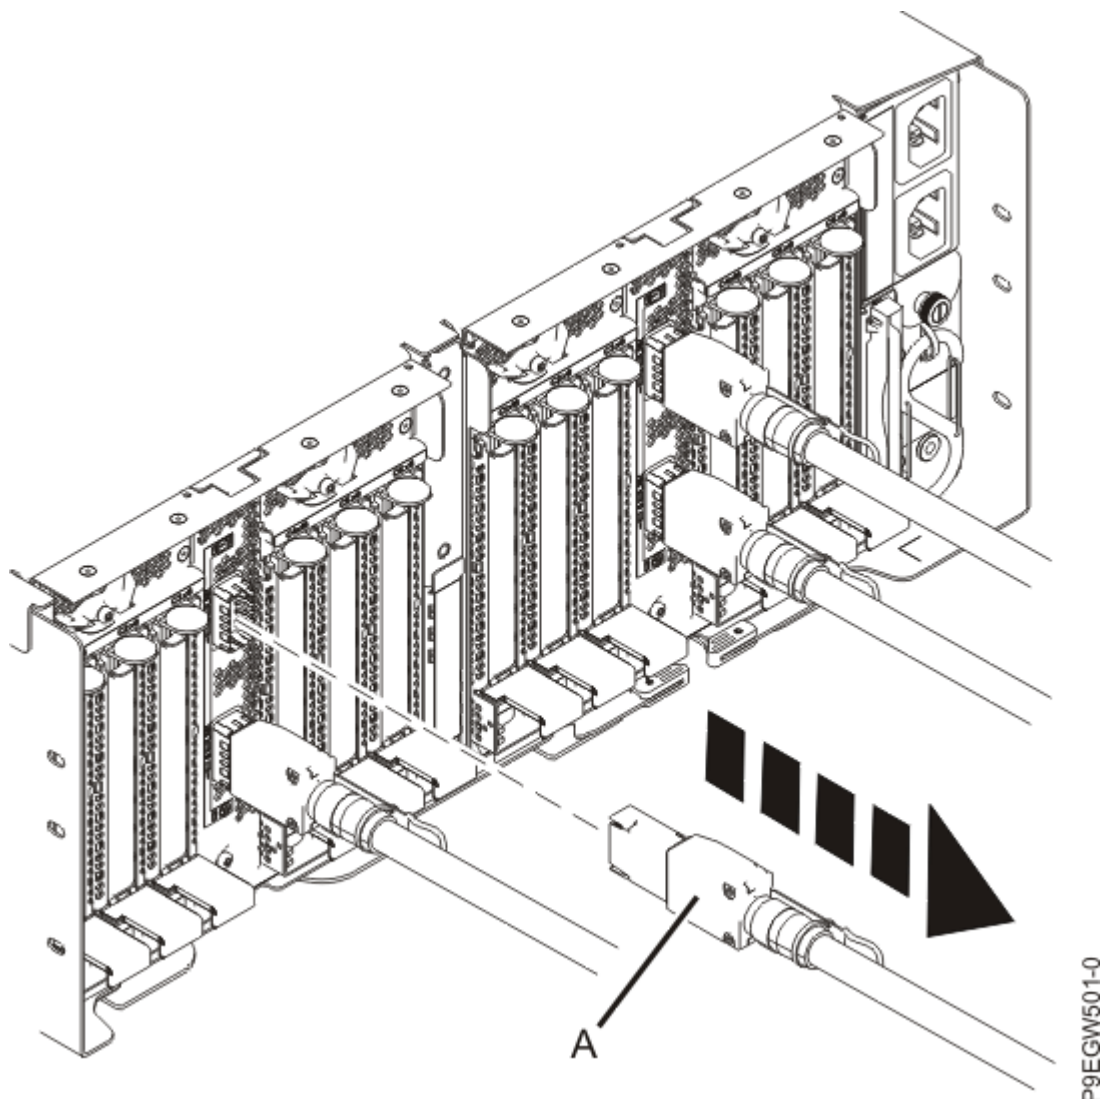

図 4. EMX0 PCIe3 拡張ドロワーからの拡張ドロワー・ケーブルの取り外し
3. プルタブをつまみ、EMX0 PCIe3 拡張ドロワー上の入出力モジュール・ポートから拡張ドロワー・ケーブル **(A)** のもう一方の端を引き出します (5 ページの図 4 を参照)。